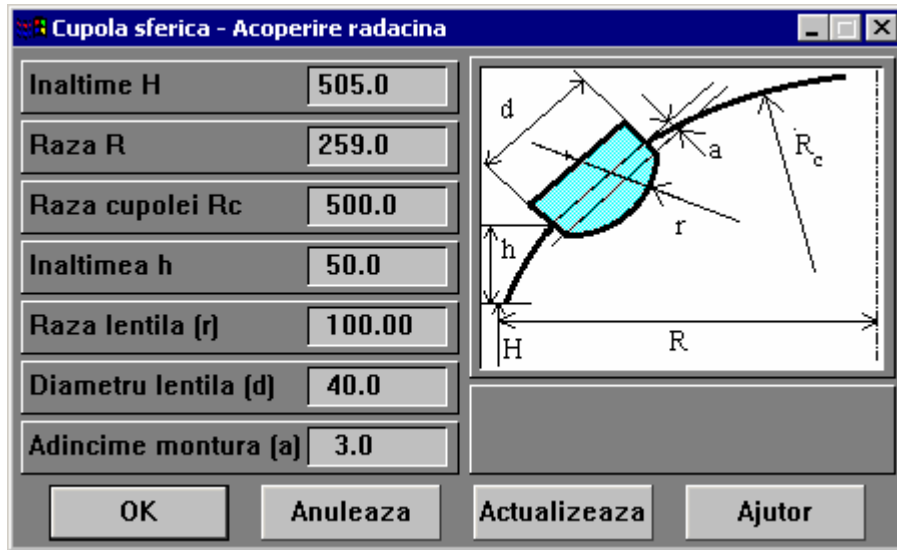

Fig. 6.6
**Lentila-sferic** - pentru a facilita introducerea datelor unei geometrii de tip cupola sferic pe care se aseaza lentile sferice se poate folosi fereastra reprezentata in Fig. 6.6 Aceasta geometrie este de fapt o geometrie tip sistem planetar.